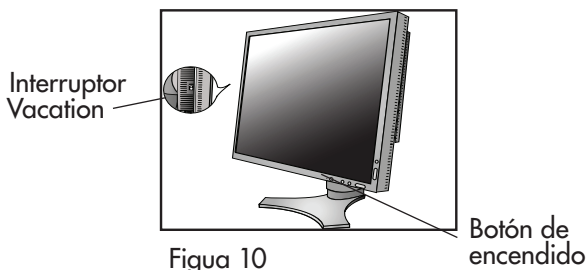

Figura 10
- El interruptor vacation ubicado sobre el lado izquierdo del monitor debe estar en posición ENCENDIDO para que el monitor funcione (Figura 10). Encienda el monitor con el botón frontal de encendido, luego encienda la computadora.